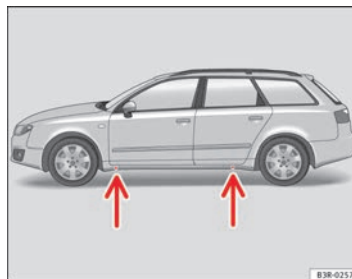

Fig. 196 Cambio de rueda: Puntos de apoyo del gato
- Busque en el larguero inferior el **punto de alojamiento** más cercano a la rueda pinchada ⇒ **página 272, fig. 196** -flechas-.
En el larguero inferior van marcados los lugares en los que se puede apoyar el gato ⇒ **página 272, fig. 196** -flechas-. Se ha previsto *un* lugar para cada rueda. El gato no debe colocarse en otros lugares.